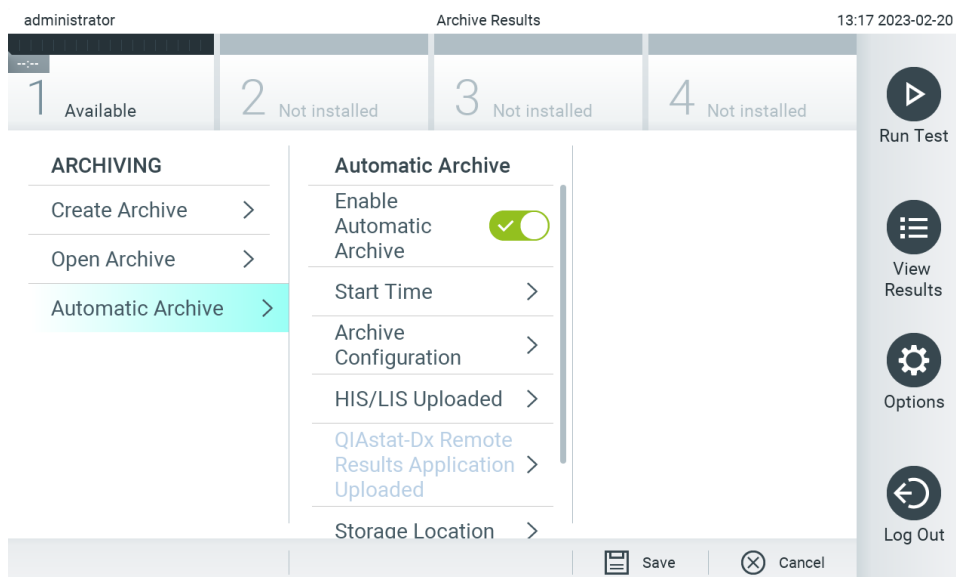

Figura 84. Opțiuni Automatic archive (Arhivare automată).
2. Apăsați **Automatic Archive** (Arhivare automată) și activați caracteristica (Figura 84).